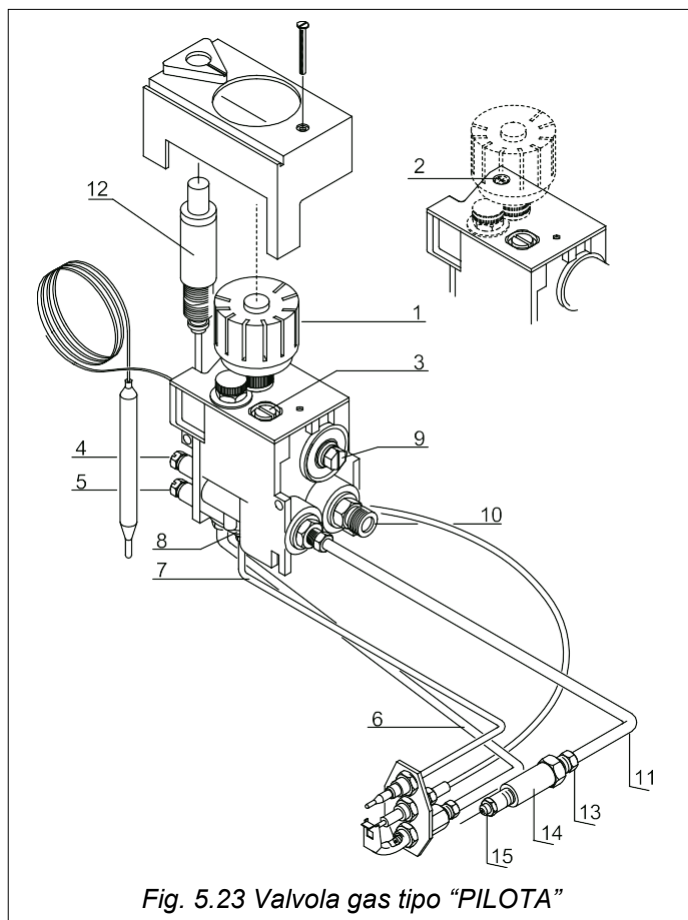
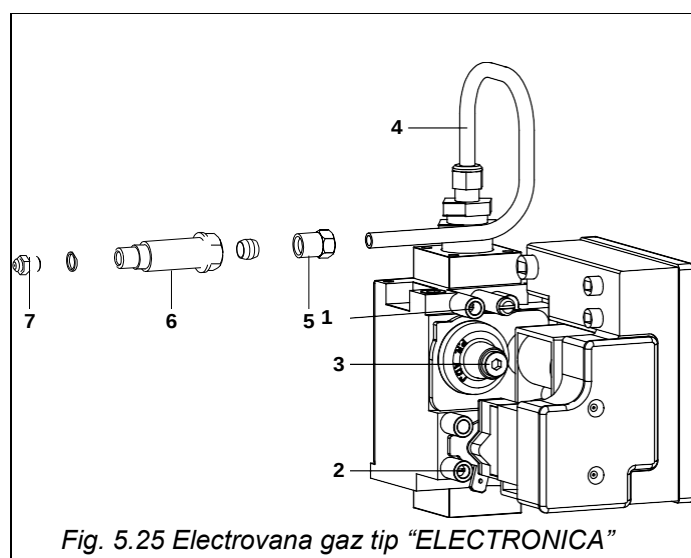

Fig. 5.23 Valvola gas tipo "PILOTA"
Fig. 5.25 Electrovana gaz tip “ELECTRONICA”
Pentru verificarea presiunii la intrarea in arzator (gaz metan) se utilizeaza stutul de prelevare a presiunii 4 (fig. 5.23) si 1 (fig. 5.25) la iesirea din valva dupa ce s-a indepartat surubul de inchidere; Daca valorile de presiune la arzator nu corespund cu cele indicate este necesar sa verificat (cu arzatorul in functiune) presiunea de intrare folosind punctul de presiunie 5 (fig. 5.23). Valoarea presiunii măsurate trebuie să corespundă valorilor din tabelul 3.1.
Pentru GPL (butan-propan) regulatorul de presiune trebuie sa fie exclus. Pentru a face acest lucru, deșurubați regulatorul de presiune 9 cu jumătate de rotație (fig.5.23) pentru aparatele cu flacără pilot (KING 21), în timp ce pentru aparatele electronice (KING 30 FE; KING 50 FE; KING 70 FE), este suficient înșurubați complet regulatorul de presiune 3 (fig. 5.23). Presiunea de alimentare poate fi verificată cu ajutorul stutul de prelevare a presiunii (poziția 5 fig. 5.23 si poziția 2 fig. 5.54) la intrare (cu arzatorul in functiune); daca valorile presiunii de alimentare nu corespund, e necesar sa se efectueze o reglare (cu arzatorul in functiune) folosind regulatorul de presiune montat inaintea echipamentului.
1. Se pozitioneaza butonul (1) in pozitia (★) pe index (vezi fig. 5.23).
2. Se apasa butonul (1) pana la capat și se menține apasat circa 10 secunde.
3. Simultan se actioneaza prin apasare si butonul de aprindere piezoelectric (12) pentru a aprinde arzătorul pilot.
4. După ce ați aprins arzătorul pilot, țineți butonul (1) apăsat timp de aproximativ 10 secunde, apoi eliberați-l.
5. Rotiți butonul (1) în sens invers acelor de ceasornic pentru a aprinde arzătorul principal și plasați-l pe index în valorile de la 1 la 7 corespunzătoare, respectiv 13 ° - 38 ° C.
6. Pentru a opri arzătorul principal, rotiți butonul (1) in pozitia (★) in timp ce pentru stingerea flacarii pilot, deci a echipamentului, se roteste butonul de comanda (1) in pozitia (●).
a) Lipsa gazului sau presiune prea mare.	a) Se verifică presiunea de alimentare cu gaz la electrovana (5 fig. 5.25).
a) Lipsa gazului sau presiune prea mare.	a) Se verifica presiunea de alimentare cu gaz la electrovana (5 fig. 5.25).